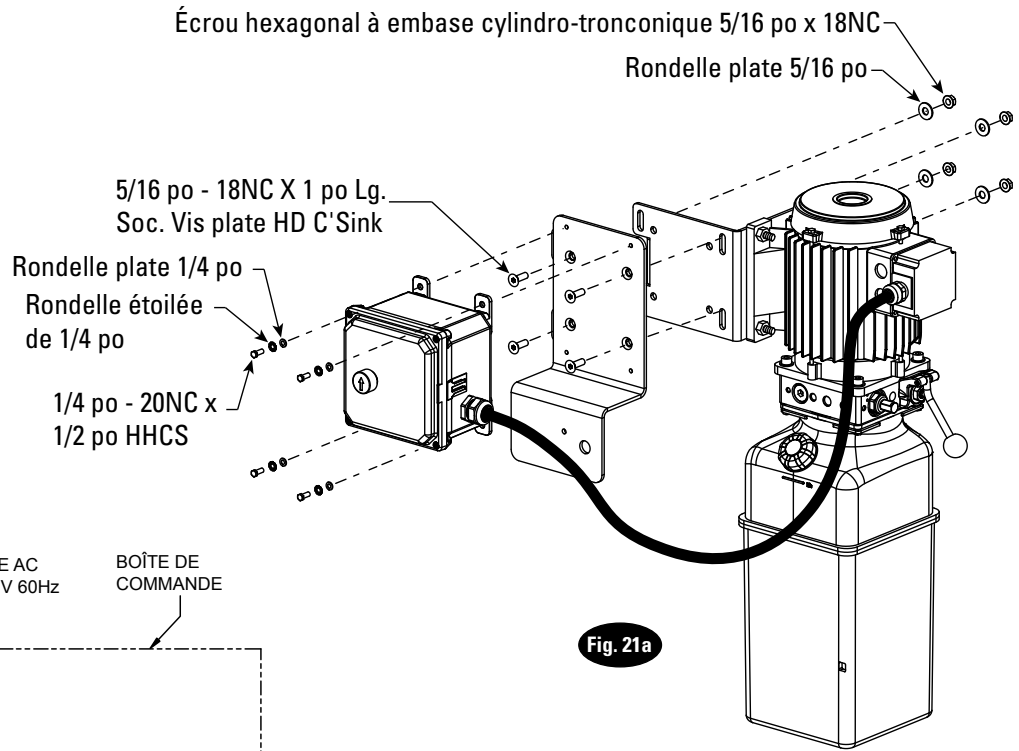

Fig. 21a
A. Attacher le support de montage au support de l'appareil d'alimentation (4) 5/16 po-18NC x 1 po Lg. (4) Vis plates de Soc HD C'Sink, rondelles plates de 5/16 po et (4) écrous hexagonaux à embase cylindro-tronconique de 5/16 po-18NC, Fig.21a.
B. Attacher la boîte de contrôle au support à l'aide de (4) HHCS 1/4 po - 20NC x 1/2 po, rondelles plates de 1/4 po et (4) rondelles étoilées de 1/4 po. Fig. 21a.